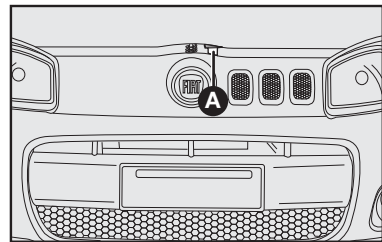

fig. 73
- 2) mover a trava localizada sob o capô para cima **A**-**fig. 73**.